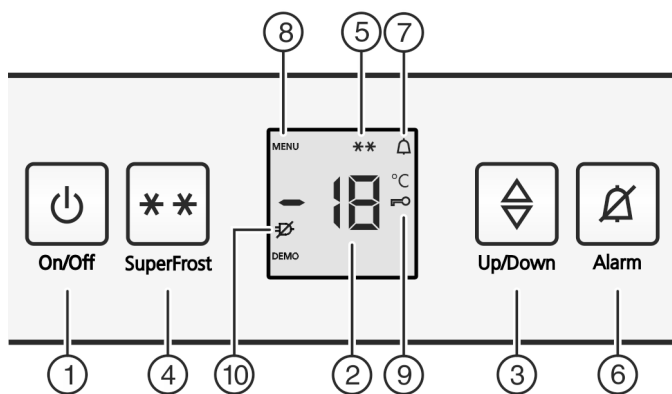

Fig. 2
- Символ SuperFrost Fig. 2 (5) блимає разом з індикатором температури.\*
- ▶ Натисніть клавішу On/Off. Fig. 2 (1).
- ▶ Вмикання режиму настройки: натисніть кнопку SuperFrost Fig. 2 (4) і утримуйте її приблизно 5 секунд.
- ▷ На індикаторі відображається символ «Меню» Fig. 2 (8).
- ▶ Для підтвердження натисніть і відпустіть клавішу SuperFrost Fig. 2 (4).
- ▷ На індикаторі світиться символ «Захист» Fig. 2 (9).
- ▶ натисніть і відпустіть клавішу «On/Off» Fig. 2 (1).
- ▷ Символ функції захисту Fig. 2 (9) гасне.
- ▶ натисніть сигнальну клавішу Alarm Fig. 2 (6).
Одночасно блимає індикатор температури та символ звукового сигналу Fig. 2 (7).
Звукове попередження вимикається автоматично, символ звукового попередження Fig. 2 (7) вимикається, індикатор температури перестає блимати, коли температура достатньо низька.